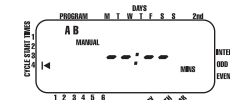

FIGURA 12: Display a cristalli liquidi con funzionamento manuale
- Premere il tasto **MANUAL**. Poi premere **NEXT** tre volte. Il display visualizzerà un cursore lampeggiante sulla stazione 1 insieme a - - MINS [vedere figura 12].